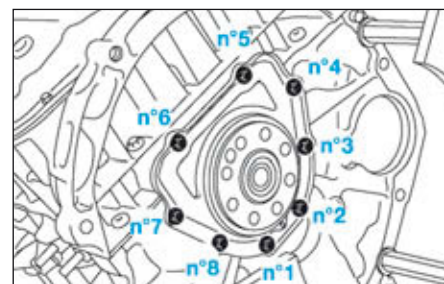

FIG.58
- Presser au couple les vis (n°1) et (n°5) du couvercle d'étanchéité à 0,5 daN.m (Fig.58).